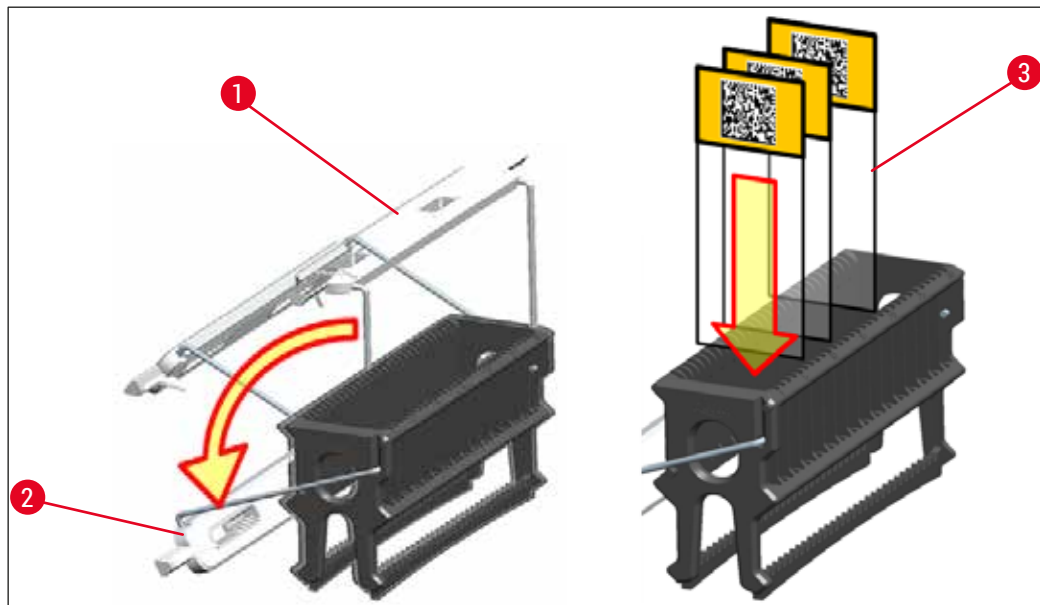

Abb. 83
- Die Vorderseite des Objekträgerhalters ist gekennzeichnet mit dem Leica Logo. Mit angebrachten Bügel ist bei Aufsicht auf dem Bügel **FRONT** zu lesen (→ "Abb. 83").
1. Den Bügel des Objektträgerhalters in die aufrechte Position klappen (→ "Abb. 83").